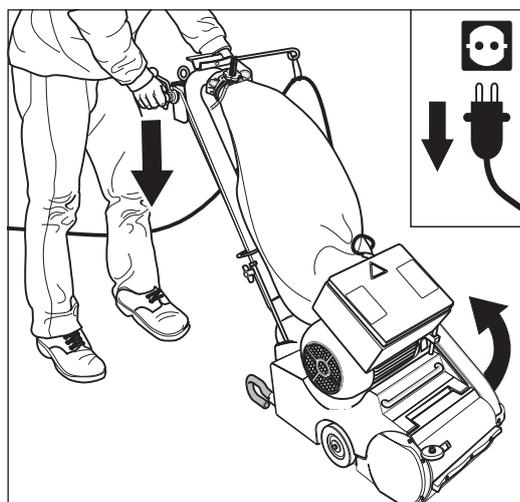
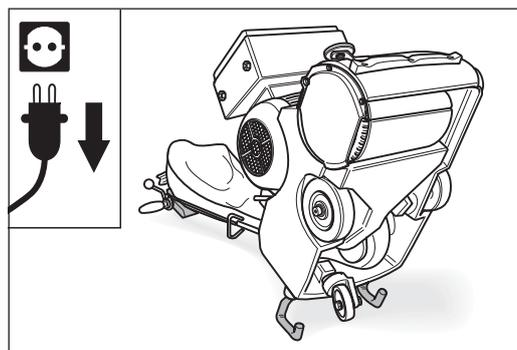

Abb. 21 Den Netzstecker aus der Steckdose ziehen und die Maschine über die Sturzbügel nach hinten kippen.
Abb. 22 Die Maschine vorsichtig auf dem Boden ablegen. **Auf einen sicheren Stand der Maschine achten!**
- 4 Kippen Sie die Maschine über die Sturzbügel nach hinten (Abb. 21) und legen Sie die Maschine vorsichtig auf dem Boden ab (Abb. 22). **Achten Sie auf einen sicheren Stand der Maschine!**